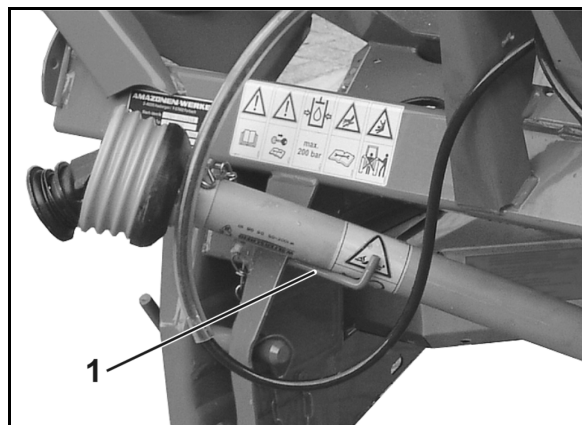

Fig. 36
1. Trekk flenshylsen (Fig. 36/1) av girets inngangsaksel med en avtrekker.